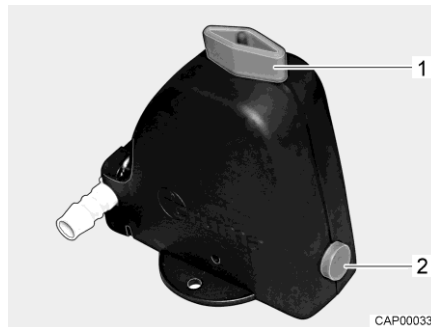
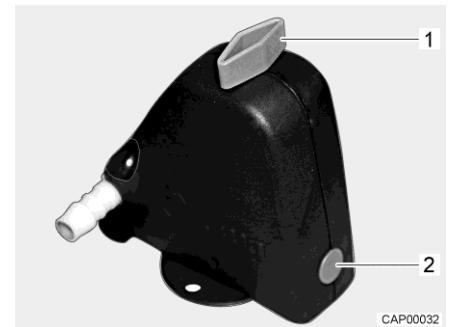

Bild 59 Säkerhets-/avtappningsventil öppen
Bild 60 Säkerhets-/avtappningsventil stängd
- Stäng säkerhets-/avtappningsventilen. Ställ vredet (Bild 59,1) diagonalt mot säkerhets-/avtappningsventilen och tryck in tryckknappen (Bild 59,2). Den stängda säkerhets-/avtappningsventilen visas i Bild 60. Vid temperaturer lägre än 6 °C kan säkerhets-/avtappningsventilen inte stängas.